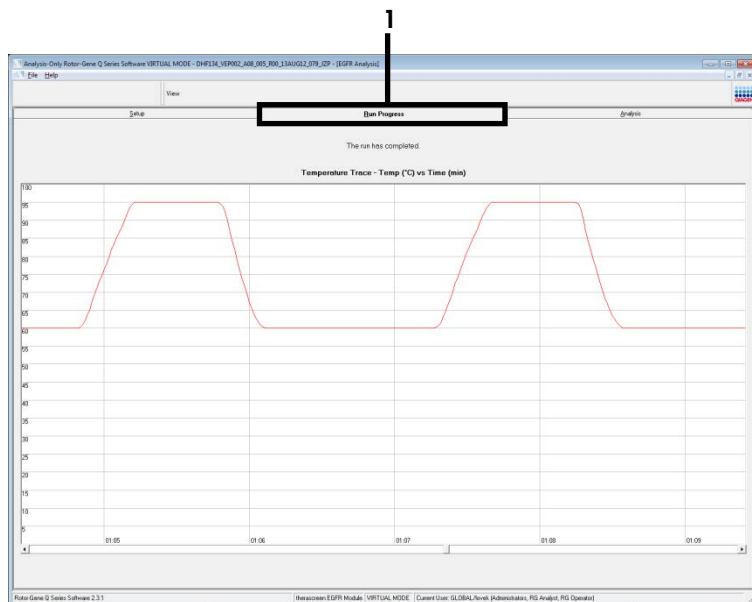

Figura 7. Pestaña “Run Progress” (Progreso de la serie, 1).
**Nota:** Cuando empieza la serie, se abre automáticamente la pestaña “Run Progress” (Progreso de la serie) para mostrar el registro de la temperatura y el tiempo restante para finalizar la serie (figura 7).